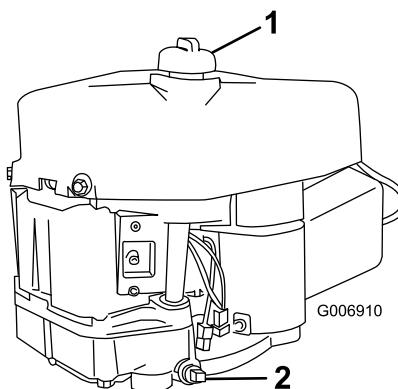

Figure 18
6. Nettoyez la surface autour de la jauge d'huile (Figure 18) pour éviter que des impuretés ne s'introduisent dans le goulot de remplissage, ce qui risquerait d'endommager le moteur.
7. Placez un bac de vidange sous le bouchon de vidange et retirez ce dernier (Figure 18).
10. Versez lentement environ 80% de la quantité d'huile spécifiée dans le trou de remplissage (Figure 18). Vérifiez le niveau d'huile (voir 4 et 5 dans Contrôle du niveau d'huile).
6. Versez lentement environ 80% de la quantité d'huile spécifiée dans le trou de remplissage (Figure 18). Vérifiez le niveau d'huile (voir 7 et 8 dans Contrôle du niveau d'huile).